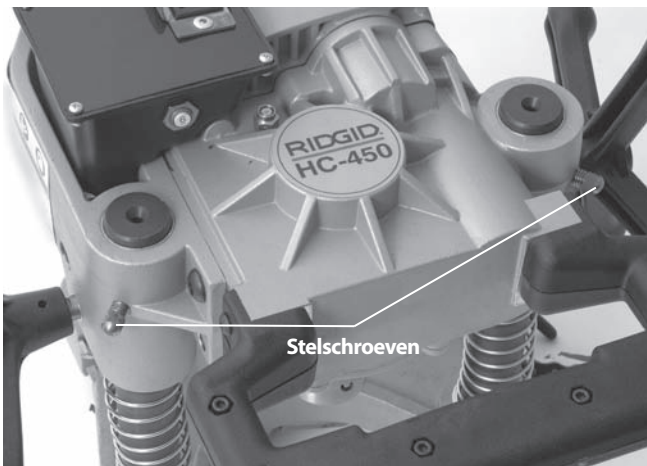

Figuur 12 – Borstelplaatsing - Motorkap verwijderd
2. Trek de motorborstels met een tang recht uit hun houders. Koppel de connector los. (Zie figuur 12.)